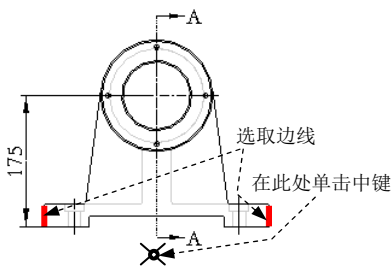
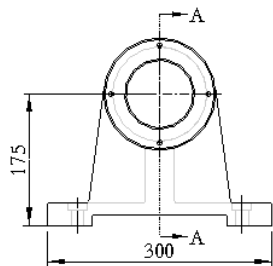

图 5.9.36 选取边线
图 5.9.37 显示尺寸 (一)
(1) 在功能区中选择 **注释**  **尺寸** 命令。此时系统会弹出“选择参考”对话框。
(2) 选取图 5.9.36 所示的边线，然后在图 5.9.36 所示的位置单击中键，结果如图 5.9.37 所示。